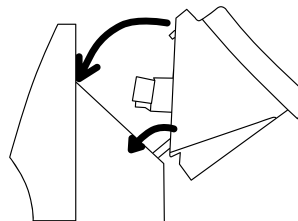

Рис. 4
2. Вставьте разъем электроподключения («папа») на блоке управления в соответствующий разъем («мама») на конвекторе. Обратите внимание, что он может быть вставлен только в одно положение, когда специальная защелка находится справа. Убедитесь, что соединение надежно и разъем блока управления полностью закреплен в конвекторе. Если разъем вставлен до конца, то должен раздаться щелчок (рис. 4).